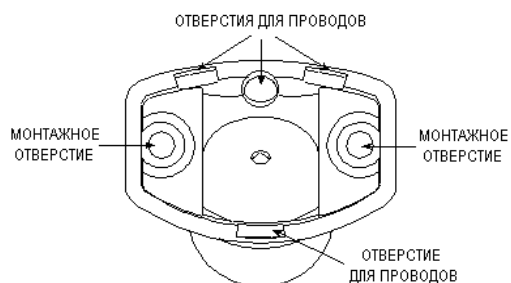

Рисунок 8. Вид основания кронштейна
- Выломайте необходимые монтажные отверстия (см рисунок 8)